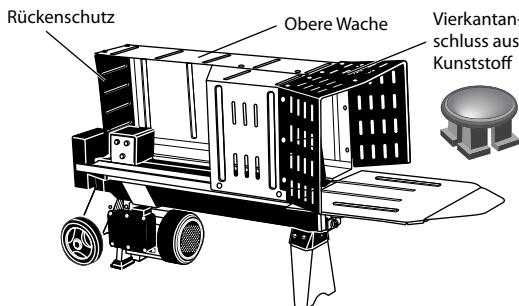

Abb. 4
6. Vergewissern Sie sich, dass Öffnungen der linken und rechten Schutzabdeckungen mit der Öffnungen des Originalgehäuse zusammenfallen, verwenden Sie 12 Kunststoffbefestigungen mit der Quadrat-Halsung für die Verbindung der rechten und linken Schutzabdeckungen zusammen. Dann mittels der Kunststoffbefestigungen mit der Quadrat-Halsung verbinden Sie die rechte und Hinterschutzabdeckungen zusammen (Abb. 4).